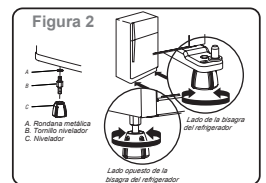

Figura 2
D. Nivele su refrigerador usando las siguientes instrucciones: (figura 2)